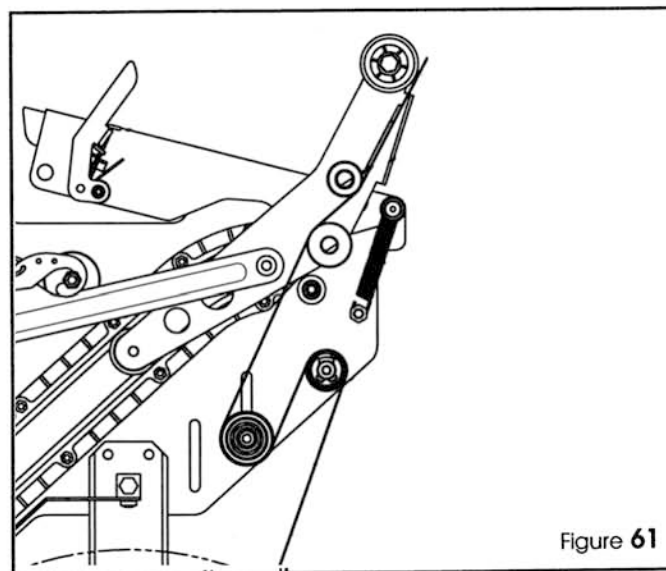

Figure 61
- Gebruik de doorsteeknaald volgens het in figure 61 getoonde schema.